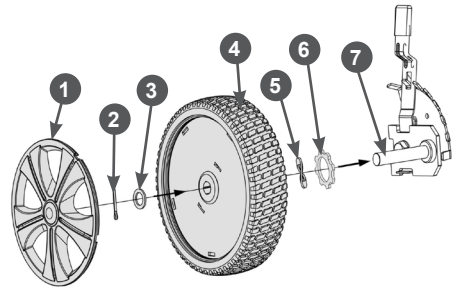

Рис. 3 Схема установки колёс
- установите на ось 7 дистанционную втулку 6, пружинную шайбу 5 и колесо 4 (Рис. 3);
- установите шайбу 3, после чего прижимая колесо в сторону деки газонокосилки, вставьте в отверстие на оси 7 шплинт 2 (Рис. 3). Разогните концы шплинта;
- установите колпак 1 колеса (Рис. 3);